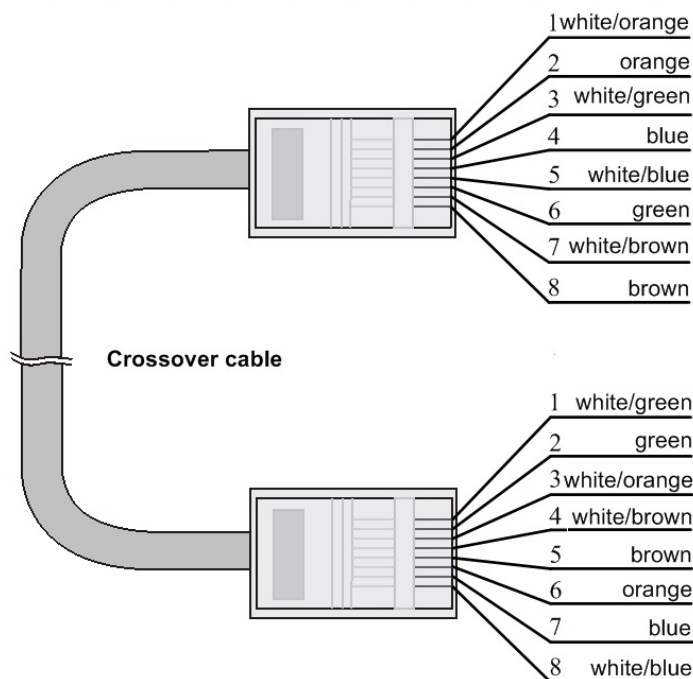

図 8-7 クロスケーブル（10Base-T/100Base-TX/1000Base-T）
- **クロスケーブル**：10/100/1000BASE-T クロスケーブルの結線を図 8-7に示します。10/100/1000BASE-T クロスケーブルは、100BASE-TX のクロスケーブルと結線が異なります。100BASE-TX のクロスケーブルは片端のピン配置が 568B 規格ですが、もう片端のピン配置は 568A 規格に従います。一方、10/100/1000BASE-T クロスケーブルの片端のピン配置は 568B 規格に従いますが、もう片端は 568A ではありません。